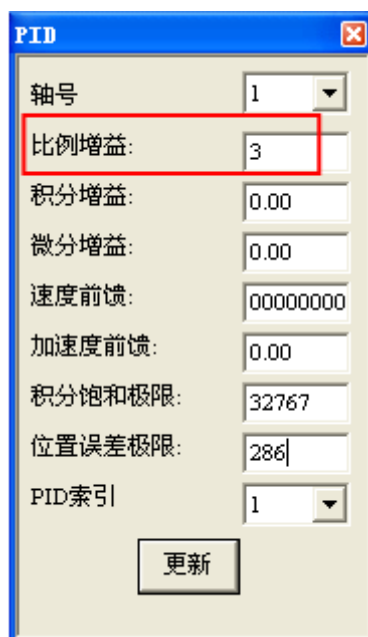

图 4-11 PID 设置选项
- 3) 点击“视图”->“PID”，调出 PID 面板，轴号选择为 1 轴，比例增益设置为适当的值（比如 3），其他保持默认值（也可以将积分增益及微分增益都设置为 0，其他保持默认值），最后点击“更新”，第一轴就是模拟量控制模式了，如图 4-11 所示。